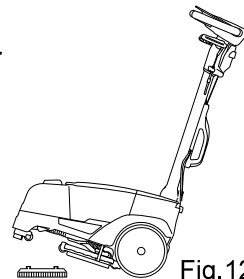

Fig.12
- À l'aide du guidon soulever la partie avant de la machine, mettre le capot brosse de la machine sur la brosse puis abaisser la machine (Fig.12).
- À l'aide du guidon soulever la partie avant de la machine (Fig.12).